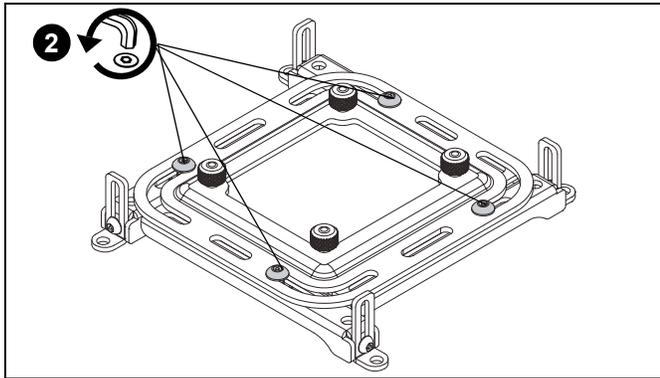

Figura 12
- Desaperte, mas NÃO remova, os parafusos que prendem as pernas à interface universal. (Consulte a Figura 12)